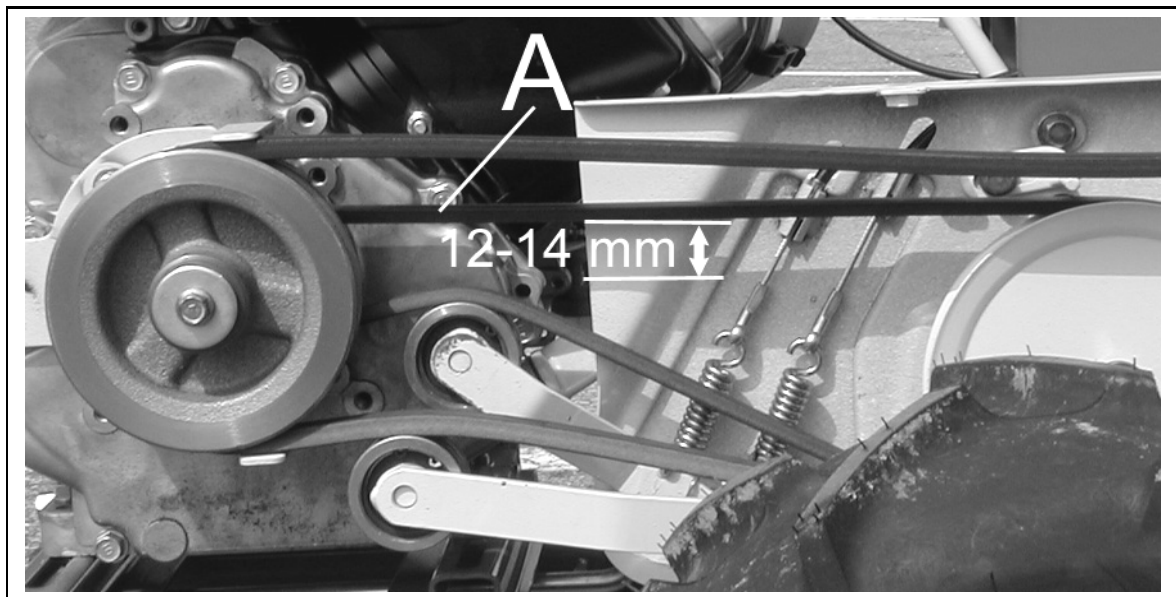

Figure 25
- Quand vous appuyer sur cette courroie avec un doigt (figure 25, repère A) la flèche doit être comprise entre 12 et 14 mm (figure 25). Si tel n'est pas le cas, modifier la tension du câble de commande de la transmission. Reportez-vous au chapitre « **Tension du câble commandant la transmission** » page 21.